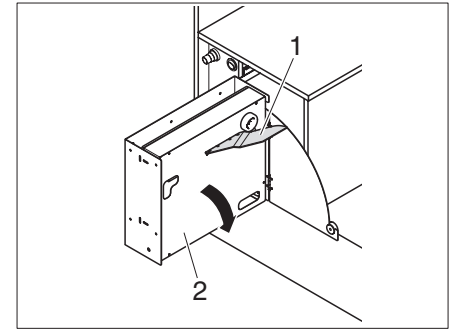

Bild 76 Gaskocher nach unten klappen
- ▶ Stützblech (Bild 76,1) ausklappen und Gaskocher (Bild 76,2) nach unten schwenken.